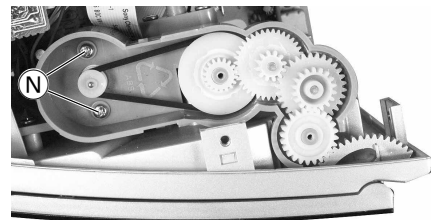

Fig. 13
- 2 Schrauben **N** (Fig. 13) heraus-schrauben.
- Undo 2 screws **N** (Fig. 13).